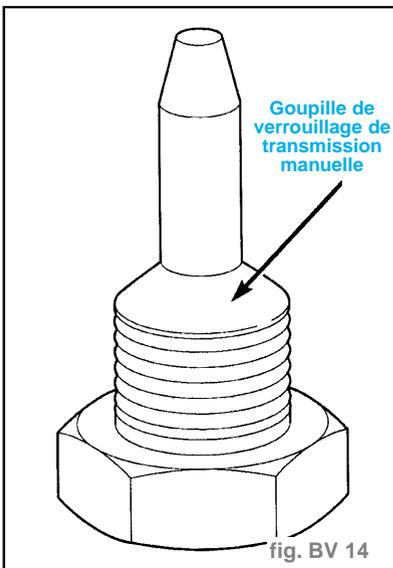

fig. BV 14
- Localiser la goupille de verrouillage (pièce n° **MS1715**) du changement de vitesse, comprise dans la trousse de la boîte à gants du véhicule neuf (fig. BV. 14)